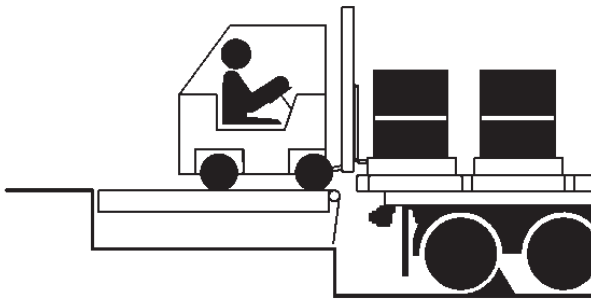

Figure 19
4. Si le plateau du véhicule de transport est au même niveau que la surface du quai ou au-dessus, laisser le niveleur en position de circulation transversale et procéder au chargement ou au déchargement (voir Figure 19). Si le plateau du véhicule de transport est plus bas que le niveau du quai, passer à l'étape 5.